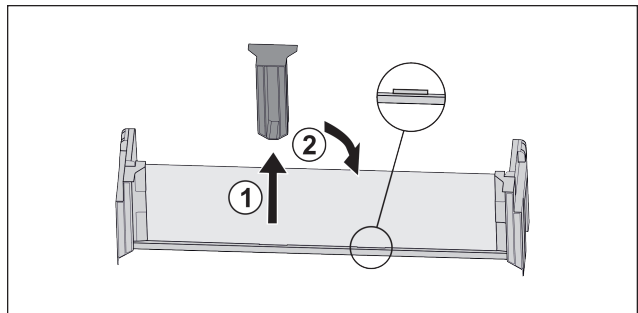

Fig. 20
- ▶ Middelste vasthouddeel lostrekken Fig. 20 (1).
- ▶ Middelste vasthouddeel in tweede positie inzetten Fig. 20 (2).